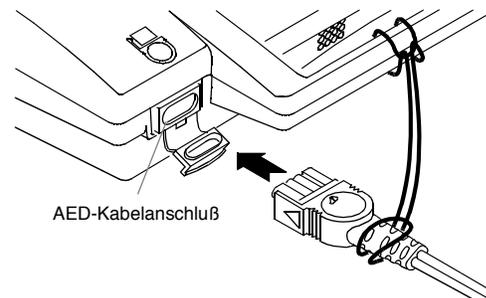

Abbildung 3 Einstecken des Defibrillationskabels am AED
- 3 Den Stecker des Kabels fest bis zum Anschlag in den AED-Anschluß drücken (siehe Abbildung 3).